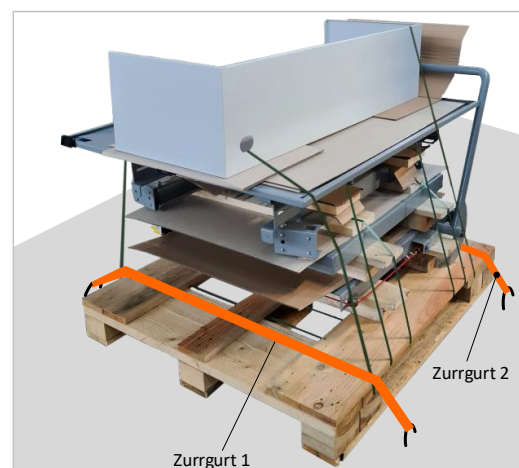

Abbildung 13: Zusatzkomponenten verzurren
- Zusatzkomponenten wie die beiden Rollentische sowie die obere Maschinenabdeckung und obere Bandsägetüre müssen (wie bei der Anlieferung) separat verpackt und auf einer zusätzlichen Transportpalette verzurret werden (siehe ⇒ Abbildung 13).